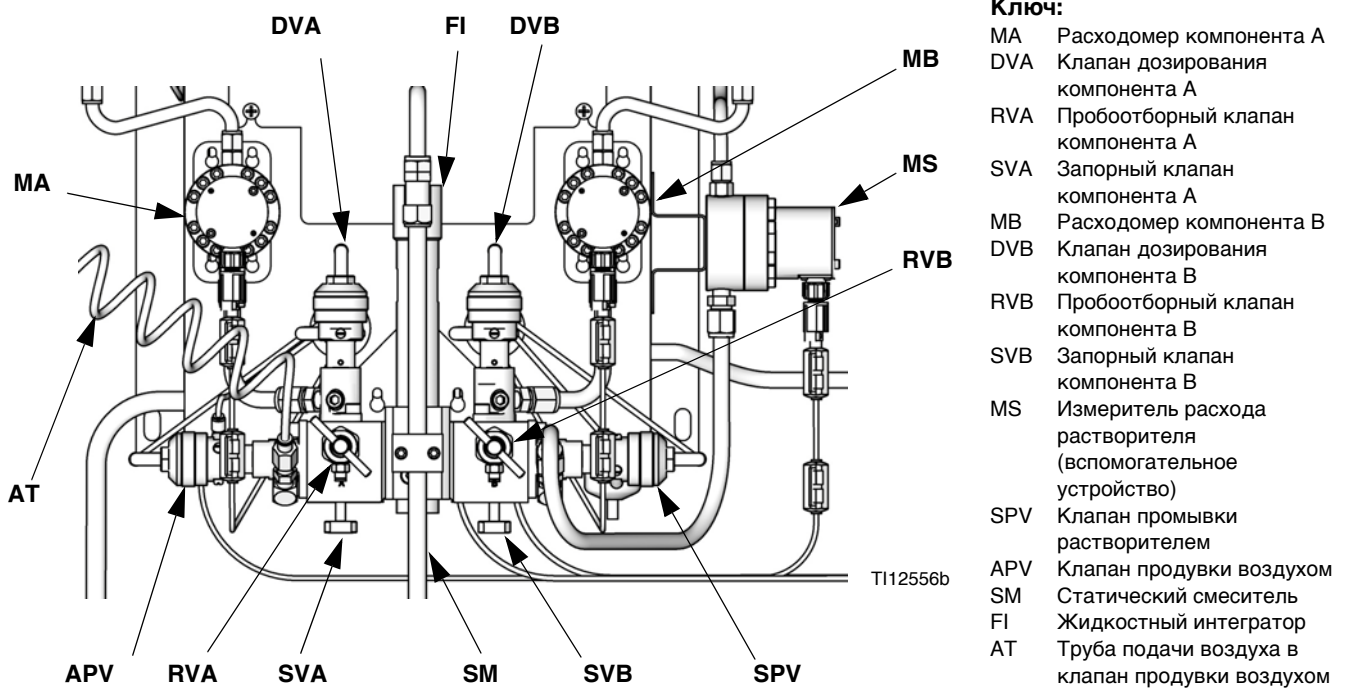

Рис. 4. Настенная жидкостная станция
4. Перекройте подачу жидкости к клапану промывки растворителем (SPV) и подачу воздуха к клапану продувки воздухом (APV), Рис. 4.
2. Закройте запорный клапан на стороне А (SVA), см. Рис. 4. Откройте пробоотборный клапан на стороне А (RVA).
8. Откройте запорный клапан на стороне А (SVA), см. Рис. 4. Закройте пробоотборный клапан на стороне А (RVA).